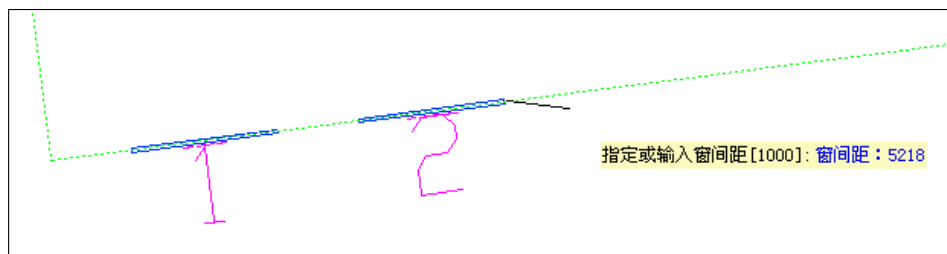

图 9-8 逐个插窗动态提示
- 1、建筑物和窗、屋顶等建筑物构件可以通过属性表灵活的进行编辑（见图 9-8）。如窗可以选择一个或多个窗修改选中窗的全部属性，如窗尺寸、窗编号和所属建筑物等内容。